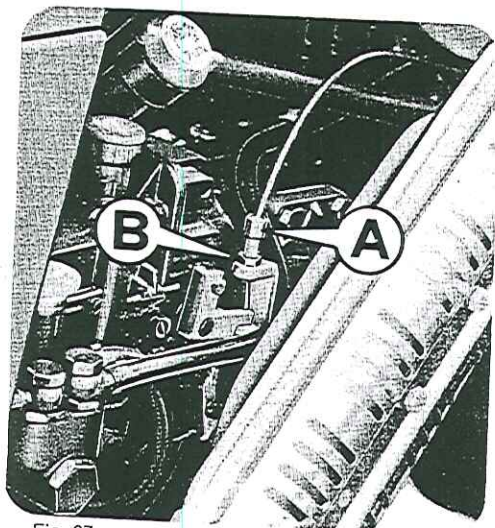

Fig. 37
È possibile regolare il minimo numero di giri del motore intervenendo sul registro A Fig. 37 dopo avere allentato il dado di bloccaggio B. È altresì possibile in questo modo recuperare eventuali corse a vuoto e del pedale acceleratore 26 e del manettino acceleratore 32.
To adjust engine min. r.p.m., act on adjuster A (Fig. 37) after having loosened stop nut B. By acting on the adjuster it is also possible to recover any idle stroke of the accelerator pedal 26 as well as of throttle lever 32
Le nombre minimum de tours moteur est réglé en agissant sur le registre A (Fig. 37), après avoir desserré l'écrou de blocage B. De cette façon il est aussi possible de recouvrer les éventuelles courses à vide de la pédale d'accélérateur (26) ainsi que de la manette de gaz (32).
Es posible regular el mínimo número de vueltas del motor, interviniendo sobre el registro A, Fig. 37, después de haber aflojado el dado de bloqueo B. Se puede recuperar, además, de esta manera, eventuales recorridos al vacío del pedal acelerador 26 y de la manijita aceleradora 32.